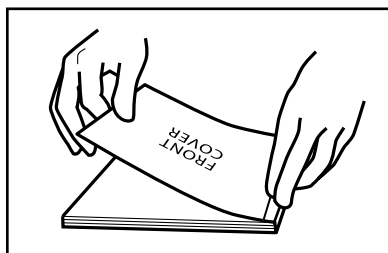

ABBILDUNG 21
9. Legen Sie die Vorderseite des Umschlages vorsichtig über den Buchblock. Fangen Sie in der Mitte an, reiben Sie vor und zurück, um den Umschlag an dem Klebstoff des Dokumentes zu befestigen (siehe Abbildung 21).